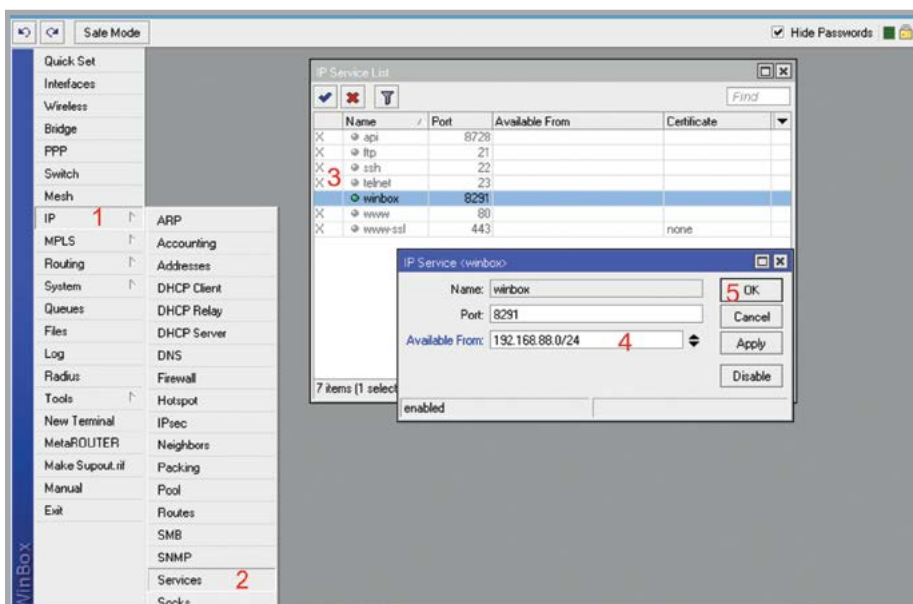

Рис. 14. Отключение ненужных сервисов
1. Открываем меню **IP** (рис. 14).